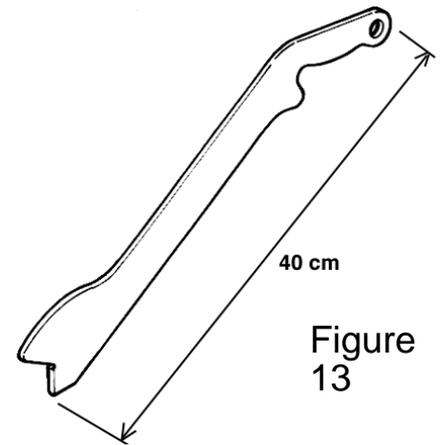

Figure 13
- **Le poussoir longitudinal**(Fig. 13), permet de guider l'avancement des planches étroites sciées longues.